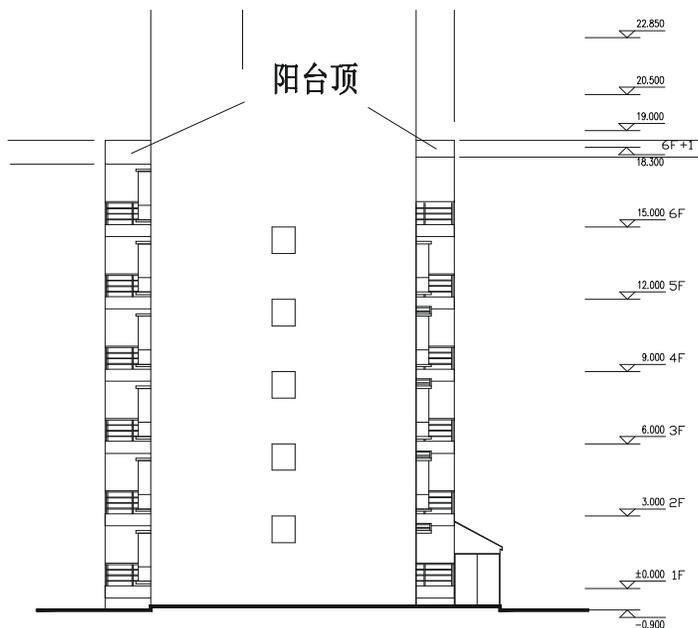

图 12-1-66
面应该还有一层凸窗、阳台、栏杆和阳台顶，所以再使用复制命令 COPY 将第五层的凸窗、阳台、栏杆复制一份放在第六层，如图 12-1-66 所示，接着使用绘制直线命令 LINE 从左边的②-1—①-B立面上引出阳台顶的高度，并绘出阳台顶。